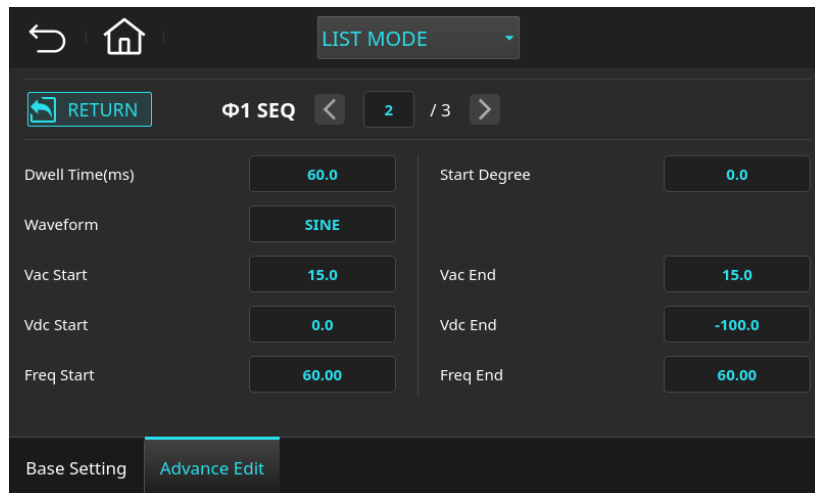

图 5-8 列表模式(List)设定页面(第一相序列 2 设定范例参数)
4. 选择 Φ1 SEQ2 后，点选 **EDIT** 编辑键，编辑参数如下图 5-8 所示。